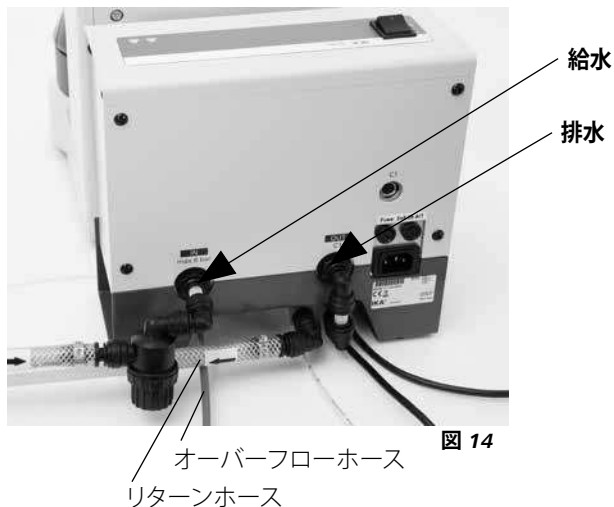

図 14
部品 X/Y C 1 の C 1.20 ヒーターへの接続 (図14参照)
- 給水栓に接続している場合:C 1 のリターンおよびオーバーフローホースが排水溝の上に来るようにします (図14参照)。